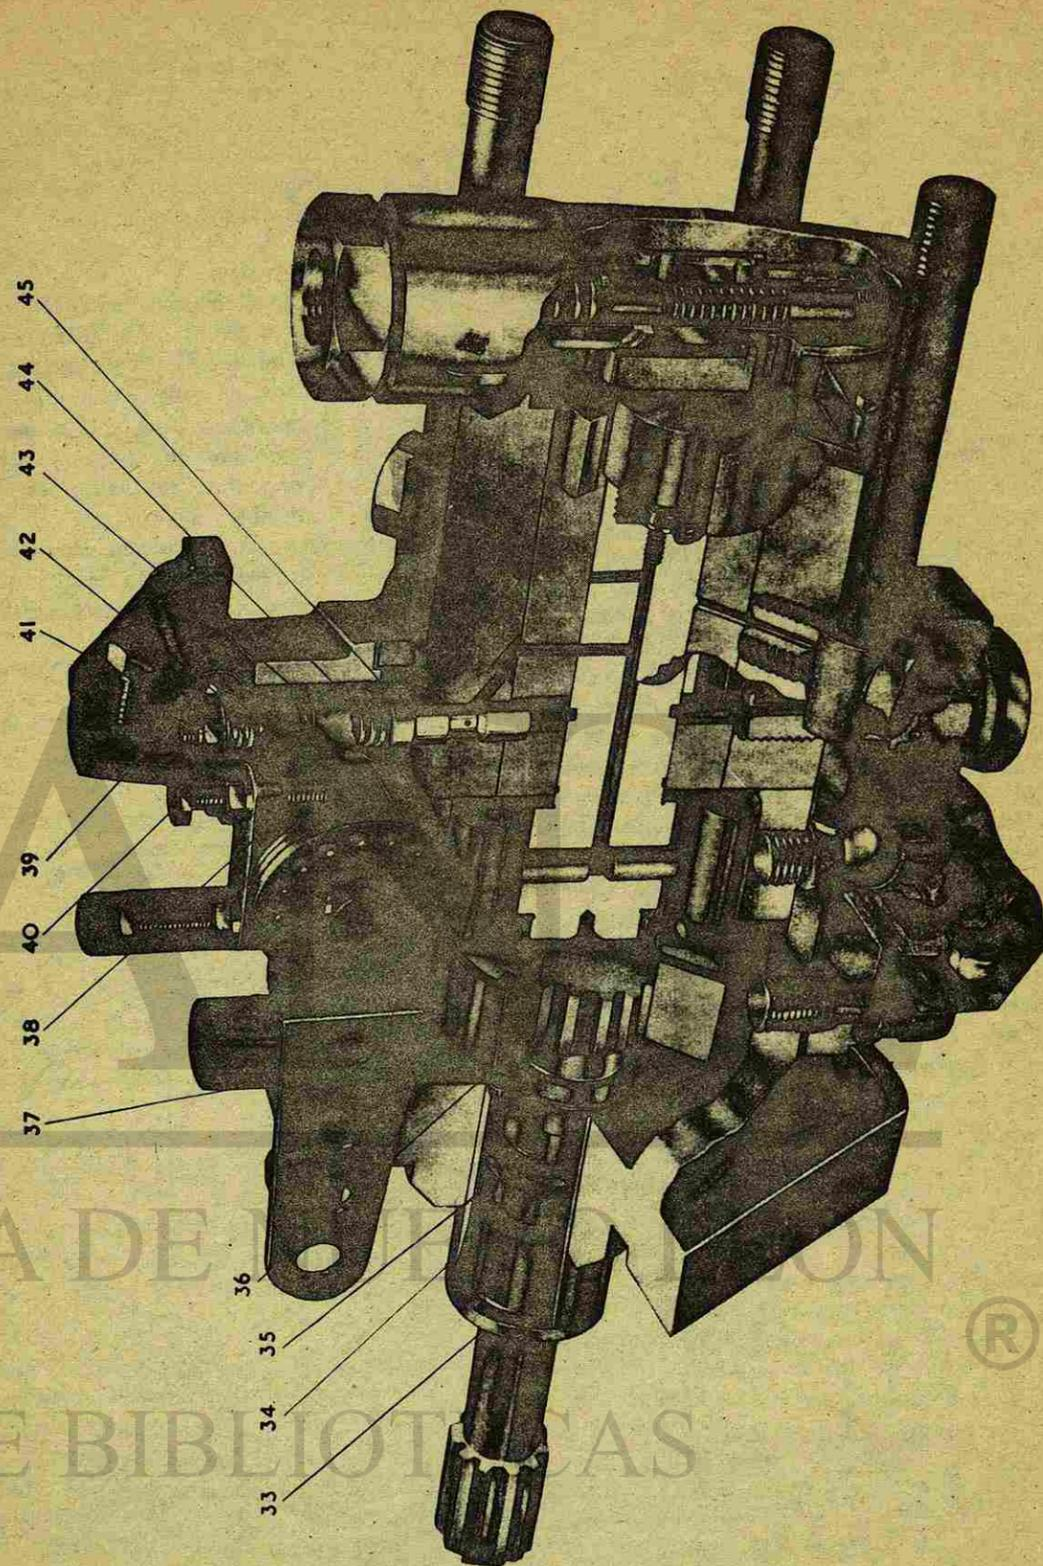
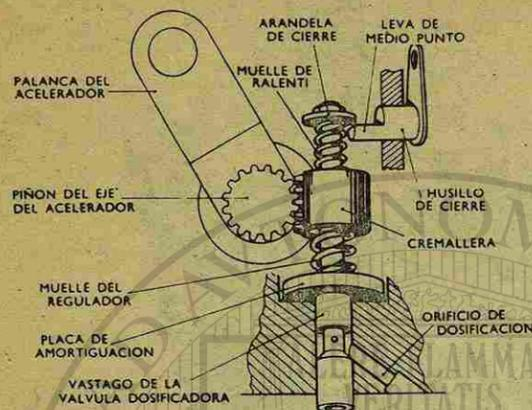
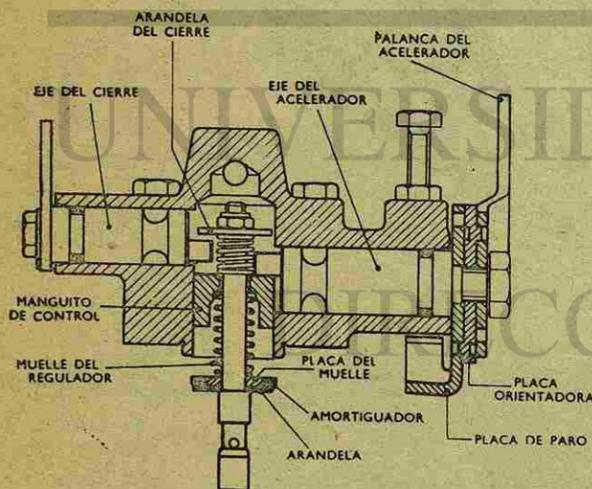

Fig. 16 Bomba con regulador reversible y dispositivo de avance
Fig. 17 Válvula dosificadora y husillo de cierre de regulador hidráulico del tipo de cremallera y piñón
Fig. 18 Regulador reversible
El eje estriado (33, Fig. 16), está alojado en un tubo centrador (34) oprimido dentro del cuerpo de la bomba. El extremo interior del eje engrana la placa de transmisión en el rotor de bombeo y distribución. En el extremo exterior, el eje está colocado por una brida que lo apoya sobre el tubo centrador y lo retiene un aro de retención (36). Dos retenes (35) están colocados en las estrías anulares del eje.
Tanto en el regulador de cremallera y piñón (Fig. 17) como en el de montaje reversible (Fig. 18), el principio de funcionamiento es similar, pero el método de actuación difiere. En el de tipo de cremallera y piñón, un piñón en el eje del acelerador engrana con una cremallera que se desplaza libremente sobre el vástago de la válvula dosificadora.
El elemento comparable en el regulador de montaje reversible (Fig. 18), es una excéntrica en el eje del acelerador que apoya en un manguito de control. Ambos reguladores cargan la válvula dosificadora por un muelle del regulador, y
El funcionamiento del regulador se realiza por la presión de trasiego del combustible alimentado desde la ranura anular (Fig. 16) alrededor del rotor de la bomba. El combustible pasa a través de los orificios transversales en la válvula dosificadora hueca a un espacio anular alrededor de la cintura de la válvula. El movimiento rectilíneo de la válvula varía la superficie del orificio de dosificación, que conecta a través de un taladro diagonal con el cabezal hidráulico. El área de eficacia o de dosificación es la porción del orificio descubierta por el borde más bajo de la ranura de la válvula dosificadora.
Cuando se acciona la palanca del acelerador (37, Fig. 16) para incrementar la velocidad del motor, la válvula dosificadora es impulsada hacia abajo, a la posición de abierta, por el muelle del regulador (44). La presión de trasiego aumenta con la velocidad del motor, y la válvula retrocede contra la presión del muelle del regulador, hasta alcanzar un estado de equilibrio.
El eje del acelerador (Fig. 17) pasa derecho a través de la carcasa del regulador. Un piñón mecanizado en el eje, engrana con una cremallera de recorrido libre en el vástago de la válvula dosificadora. El husillo de cierre está alojado en la carcasa y tiene una leva de medio punto que conecta el lado inferior de la arandela de cierre con el extremo del vástago de la válvula dosificadora. La rotación del husillo por la palanca de cierre, eleva la válvula dosificadora a una posición en que el orificio de dosificación está tapado, parando de este modo el motor. Un tornillo de paro de ralenti con muelle, entra en la carcasa formando un ángulo con el centro de la cremallera. El tornillo de ajuste de la velocidad máxima, penetra en la carcasa verticalmente y se adosa a una parte plana mecanizada en el eje del acelerador opuesto al piñón.
En este tipo (Fig. 18) una excéntrica en el eje del acelerador acciona un manguito deslizante de control situado en el vástago de la válvula dosificadora. El regulador puede montarse en la bomba en posiciones alternativas a 180°, con distintas disposiciones de la palanca del acelerador y de la de cierre, para adaptarse a las diferentes instalaciones. Una placa orientadora colocada entre la placa externa de paro y la palanca del acelerador, permite realizar modificaciones en la conexión, pudiéndose montar la palanca a 360° con espaciamientos de 1½°. Los tope de ralenti y velocidad máxima son externos en cada lado de la carcasa del eje del acelerador. En muchas versiones, la placa de tope está soldada al eje para evitar holgura de carrera. Otra variación menor consiste en un manguito de control más largo con una placa de resorte más simple (45, Fig. 16).